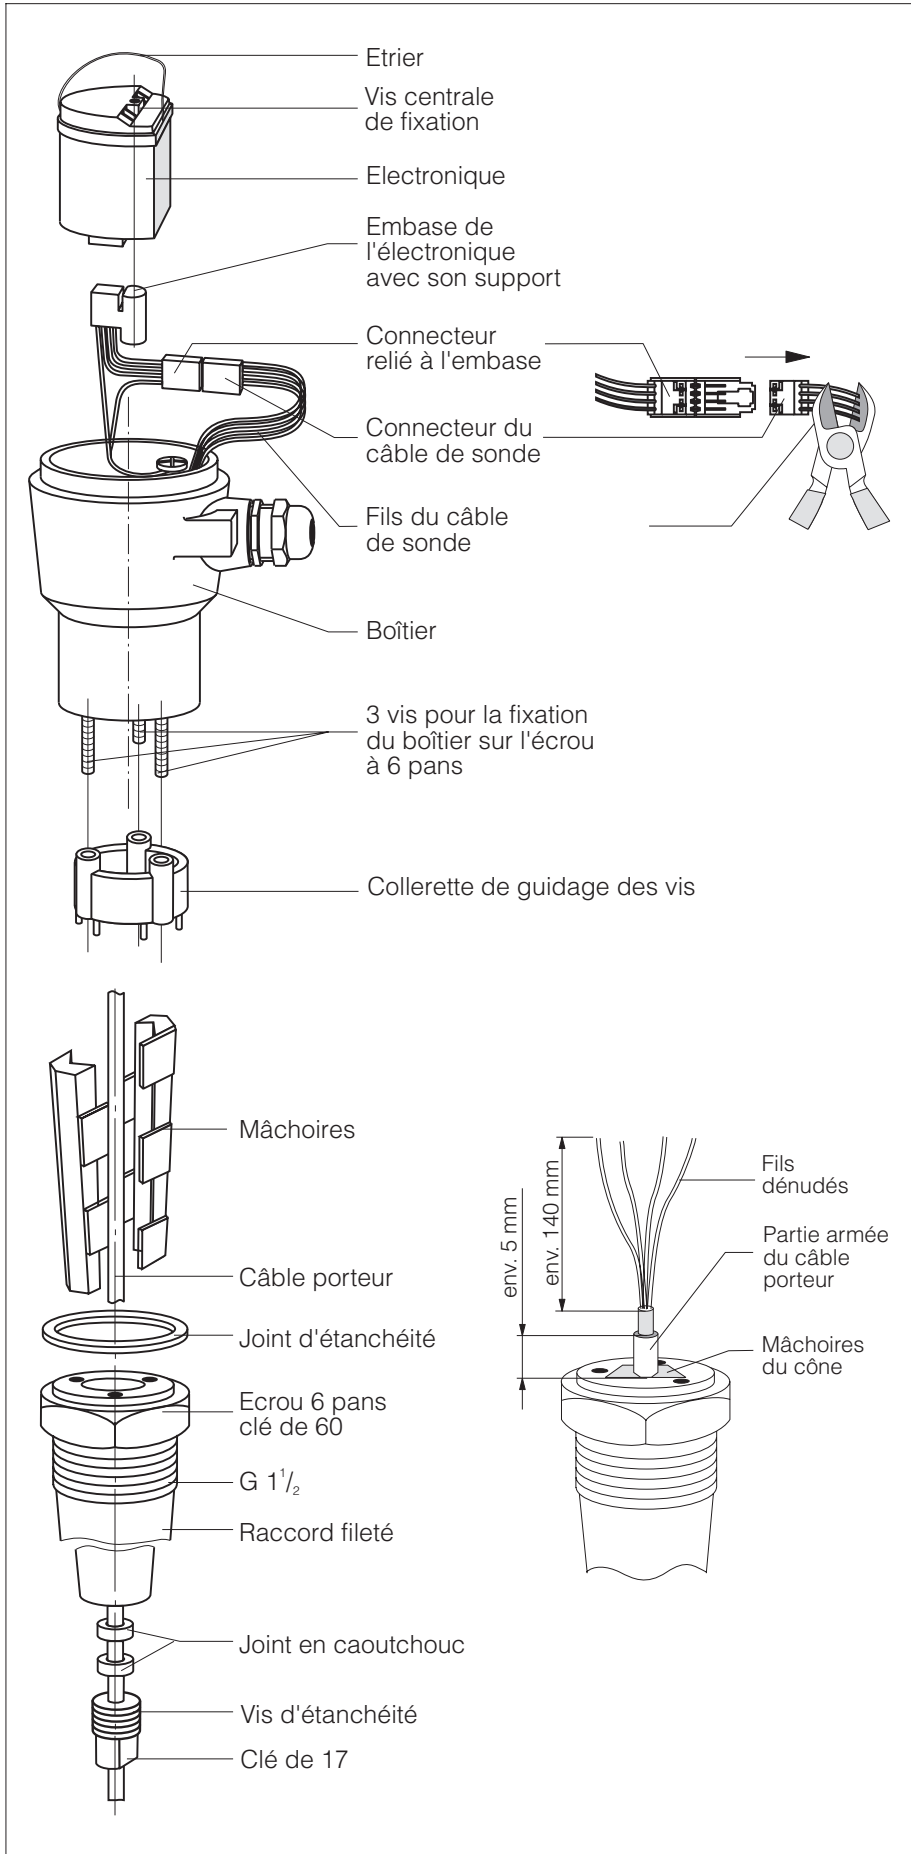

Fig. 22
- Séparer le connecteur du câble de sonde, en coupant les fils, voir fig. 22, en haut à droite.
- Mettre les mâchoires autour du câble et les insérer **à fond** dans le cône, il faut que le câble avec armature en acier dépasse des mâchoires d'env. 5 mm. Voir fig. 22, en bas à droite.